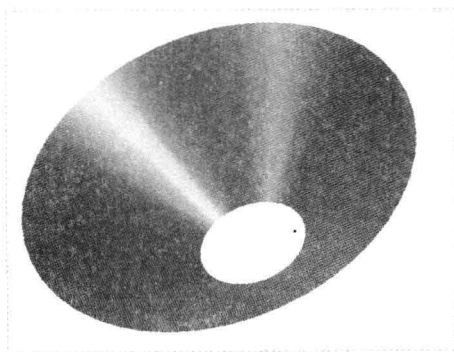

图 9-103 创建混合曲面
Step 06 单击“应用并保存在工具中所做的所有更改，然后关闭工具操控板”按钮，即可创建混合曲面，如图 9-103 所示。